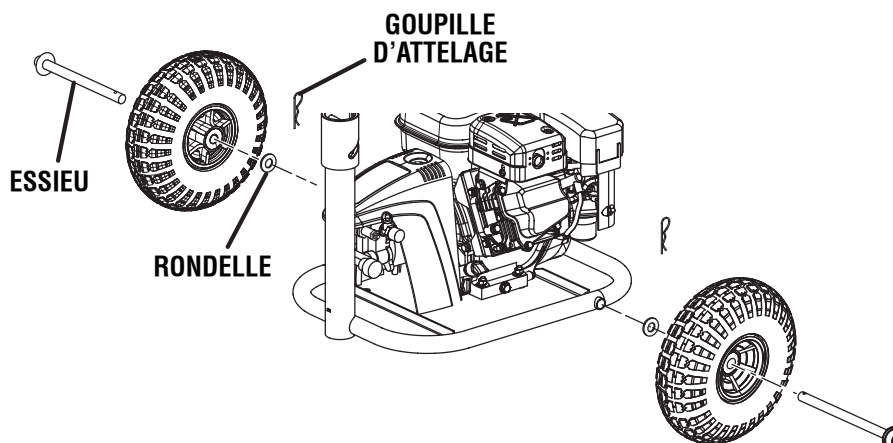

Fig. 2
Voir la figure 2.
- Ensuite, glisser la rondelle sur l'essieu. Toujours en soulevant l'équipement, glisser l'ensemble essieu / roue / rondelle dans le trou de fixation de roue dans la base de l'équipement selon la figure 2.